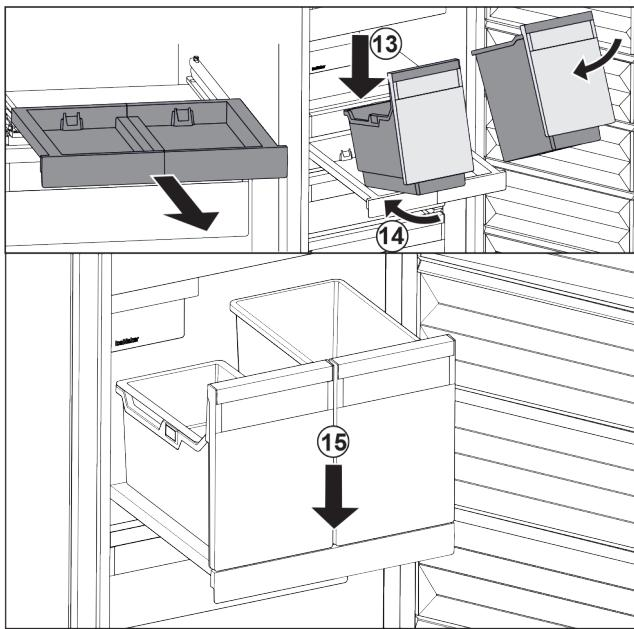

Fig. 24
- Nasadte nádobu šikmo na vysouvací desku. Fig. 24 (13)
- Zasuňte nádobu šikmo dozadu. Fig. 24 (14)
- Usaďte vpředu nádobu. Fig. 24 (15)